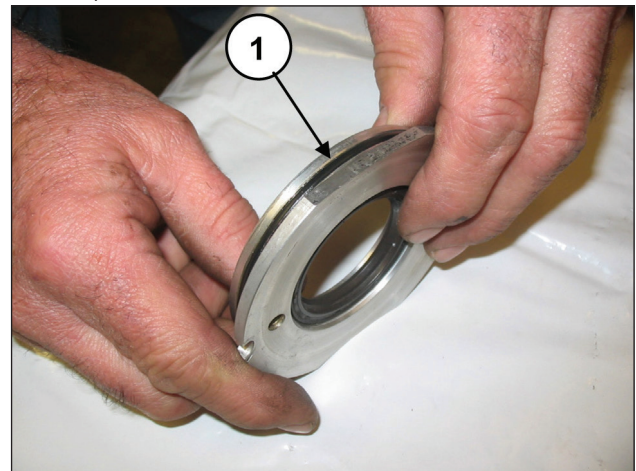
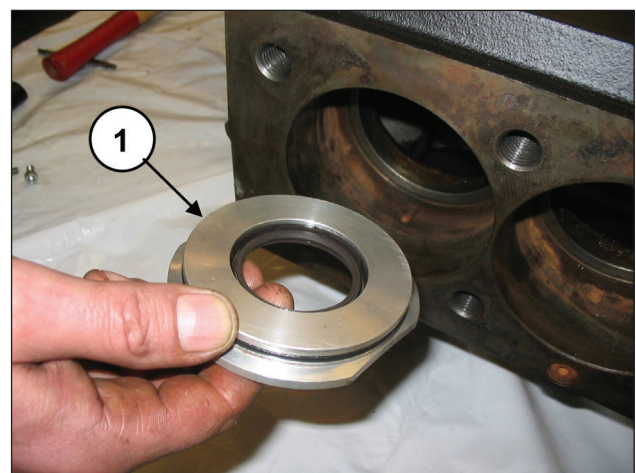

Рис. 140
Рис. 141
Установите уплотнительное кольцо (поз. ①, Рис. 140) в гнездо крышки сальника и вставьте собранный узел в соответствующее гнездо внутри картера (поз. ①, Рис. 141).